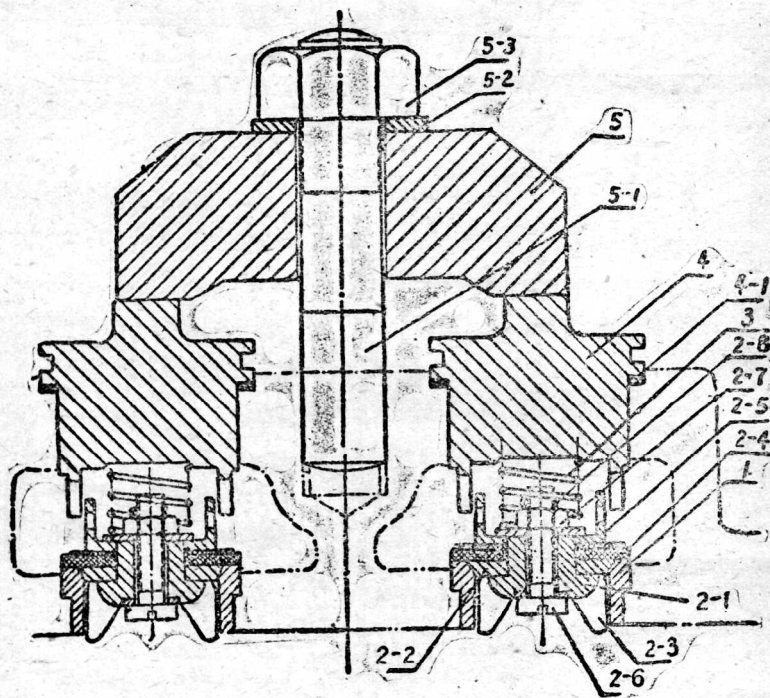

图 133. 水門
13. 水門（如图 133）：分进水門和出水門两种，是控制进水和出水不致倒回的一种裝置。其構造相同，均由活瓣座，活瓣、彈簧、压盖和弯形压棒等組成。